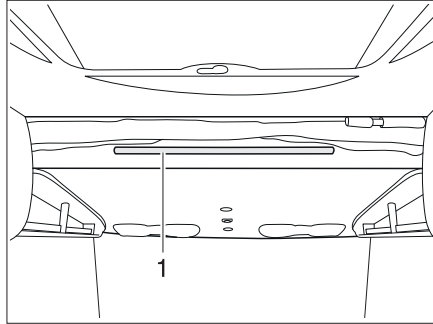

Fig. 162 Lit escamotable électrique
- L'échelle de montée doit être accrochée par les deux étriers à la tige de retenue (Fig. 162,1) se trouvant sur le lit escamotable.